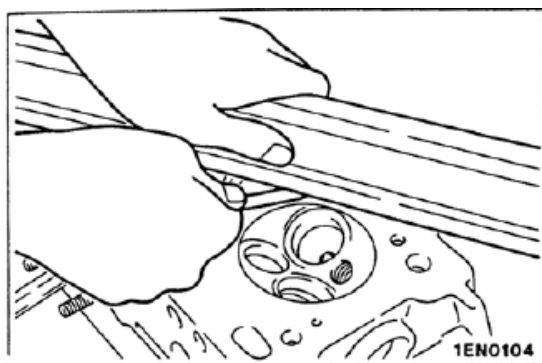

图 4-7
- (1) 在清洗气缸盖之前, 检查它是否漏水、漏气、有无裂纹和其他损伤。
- (2) 清除所有的机油、水垢、密封胶和积炭。在清洗油道以后, 向油道吹压缩空气, 以确认其未被堵塞。
- (3) 用直尺和测隙规检查气缸盖垫片表面是否变形。如果变形超过规定的极限值按规格磨削垫片表面 (见图 4-7)。